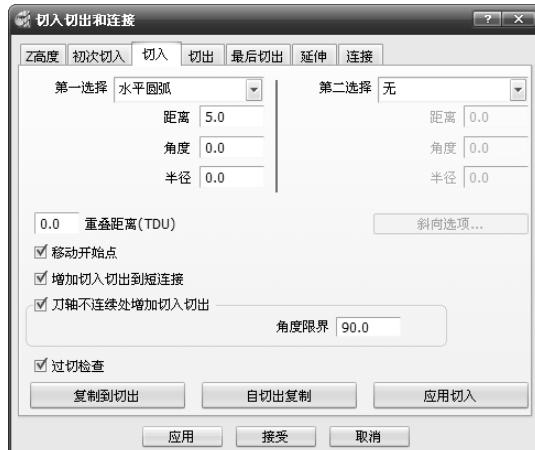

图 4-30 “切入”选项卡
1) 选择“切入”选项卡，选择“水平圆弧”切入方式，如图 4-30 所示。单击“应用切入”按钮。